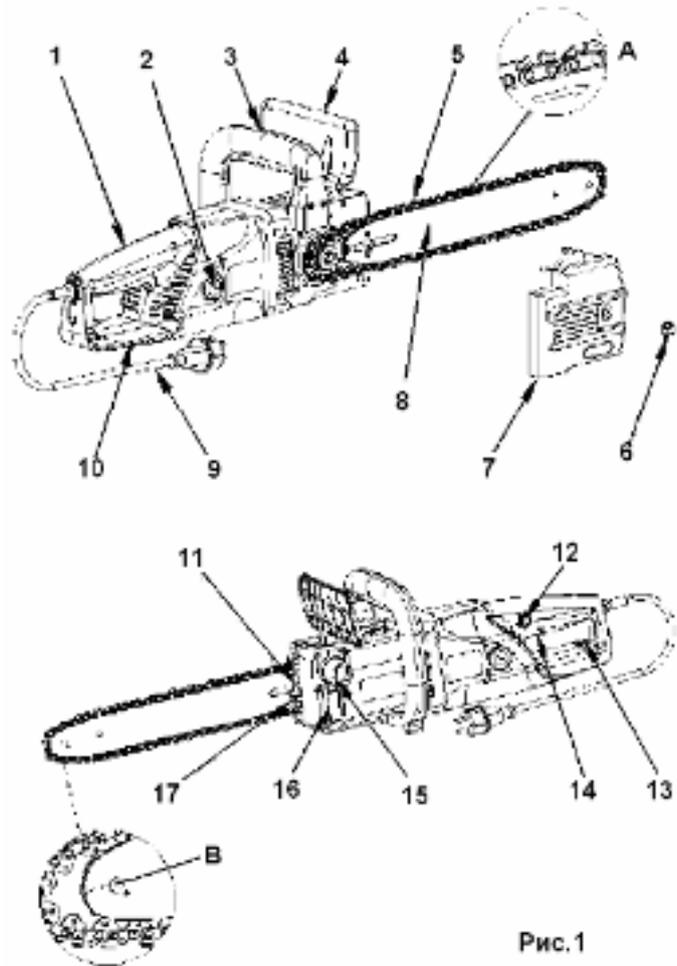
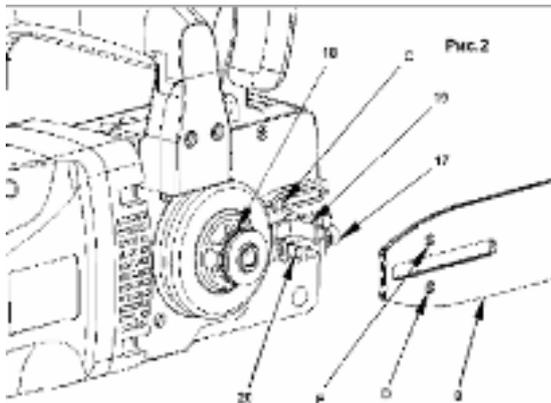

Рис.1
Рис.2
Если вы видите следы масла на цепи, то пила работает нормально. Если на цепи масло отсутствует, то прочистьте масляный выпускное отверстие (Рис.2), верхнее отверстие шины и шланг подачи масла, или обратитесь в сервисный центр.
Направляющая шина и пильная цепь поставляются отдельно (в разборном виде). Сначала открутите крепежный винт (6 Рис.1) и снимите крышку, закрывающую натяжной механизм направляющей шины пилы (7 Рис.1). Нижний болт натяжения (20 Рис.2), должен находиться по центру прорези направляющей шины. Если необходимо, более точно отрегулируйте натяжение цепи с помощью винта (17 Рис.2).
Всегда используйте специальные перчатки для защиты рук при монтаже цепи, проверке натяжения, сборке и разборке. Перед монтажом цепи на направляющую шину, проверьте направление режущих зубцов цепи (заточенная сторона зубцов). Направление движения цепи, указано на крышке (7) (Рис 3). Для того, чтобы определить направление пиления, если необходимо, переверните ее (5). Надевая цепь на шину, держите пилу с направляющей шиной (8) вертикально, концом шины вверх (5). Монтаж цепи начинайте с наконечника шины (8). Монтаж цепи на шину начинайте следующим образом: Установите направляющую шину с пильной цепью на болт (19) и на болт регулировки натяжения цепи (20). Наденьте цепь на звездочку (18) Проверьте еще раз правильное направление установки цепи (См. Рис. 1). Наденьте крышку (7 Рис.1), и закрутите крепежную гайку (6 Рис.1) гаечным ключом. Теперь цепь смонтирована на направляющую шину правильно.
Убедитесь, что цепь (5) находится в пазе направляющей шины (8) (Рис.1 а). Используя шестигранный ключ, поверните винт регулировки натяжения цепи (17) по часовой стрелке до тех пор, пока цепь не будет правильно натянута. Во время затягивания винта (20), направляющую шину необходимо держать вертикально вверх. Проверьте натяжение цепи еще раз (См. Рис. 3). Не натягивайте цепь очень туго. В холодную погоду цепь должна приподниматься от направляющего бруска приблизительно на 5 мм. Затяните туго контргайку (6).
Чтобы предотвратить попадание грязи в масляный бачок, протрите крышку бачка (22) перед тем как ее открыть. Следите за уровнем масла в масляном бачке в процессе пиления, уровень масла смотреть в окошечке (16 Рис.1, 4). После доливки масла, плотно закрутите крышку бачка и вытрите пролитое масло.